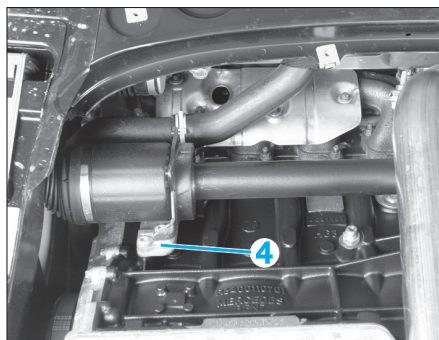

FIG. 4
- Désolidariser le palier intermédiaire (4) du bloc cylindres (Fig.4).